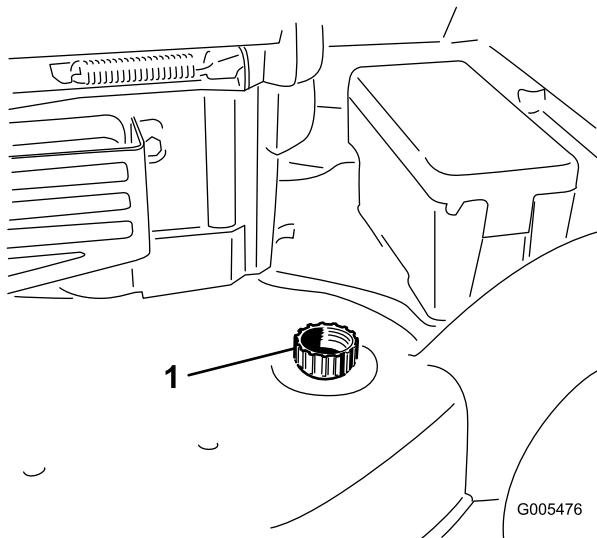

Figura 51
- Collegate una canna da giardino al rubinetto dell'acqua ed al foro di lavaggio sulla scocca del tosaerba (Figura 51).